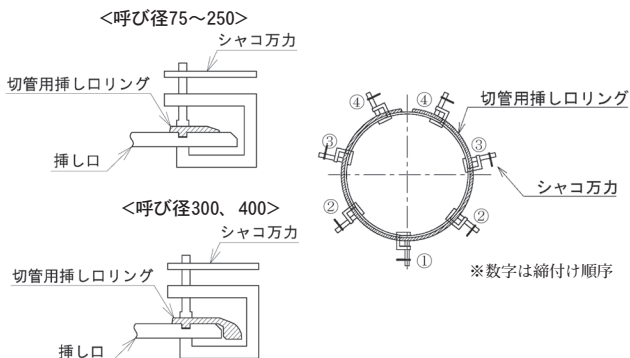

図76 切管用挿しロリングの締め付け
- ② シャコ万力を用いて、図76のように切管用挿しロリングの分割部の反対側から順次締め付ける。